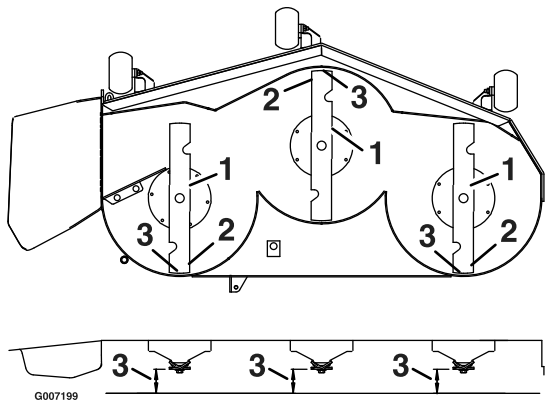

Figure 39
1. Tournez les lames dans le sens longitudinal (Figure 39). Mesurez la distance entre la surface plane et la pointe des lames. Notez cette valeur.